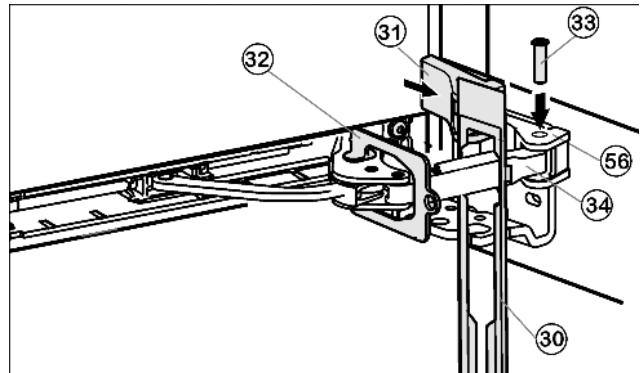

Fig. 19
- Навесьте накладку Fig. 19 (30) на амортизационную скобу таким образом, чтобы передние защелки показывали вперёд, а передняя сторона была направлена к устройству.
- Притяните амортизационную скобу Fig. 19 (34) к опорной детали Fig. 19 (56) и сверху вставьте палец Fig. 19 (33) таким образом, чтобы квадратная головка сидела в углублении.
- Установите и защелкните крышки Fig. 19 (31).
- Выкрутите фиксатор Fig. 19 (32).
- Защелкните накладку Fig. 19 (30) на дверце.